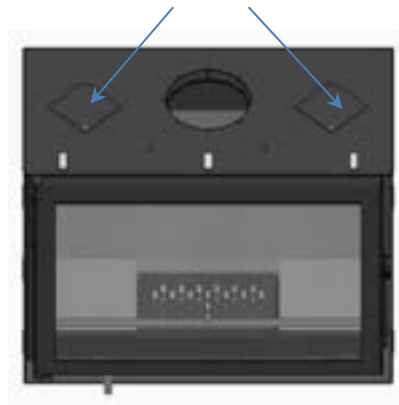

Figure 14 - Sorties d'air chaud
* Dans la partie supérieure de ces équipements, il y a 2 sorties (correspondant à un diamètre de 100 mm chacune), Figure 14, qui peuvent être utilisées en retirant les